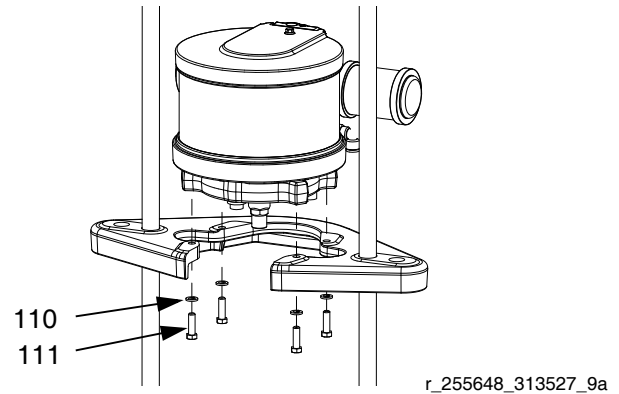

FIG. 25 : NXT 200-1800 équipés d'un cylindre de 200 litres (55 gallons)
- b. Pour les NXT 200-1800 équipés d'un cylindre de 200 litres (55 gallons) (blocs d'alimentation de D200 76,2 mm (3 po.) et de D200s 165,1 mm (6,5 po.)) : Retirez les vis (111) et les rondelles (110) qui fixent le moteur sur le plateau de montage. Consultez la FIG. 25.
2. Pour les NXT 200-1800 : Fixez le moteur sur le support de montage à l'aide des vis (111) et des rondelles (110). Consultez la FIG. 25, page 27.
- b. Raccordez le flexible pneumatique sur le moteur. Si vous utilisez un DataTrak distant, branchez les raccords électriques sur le moteur pneumatique. Consultez la FIG. 25, page 27.
3. Raccordez le flexible pneumatique sur le moteur. Si vous utilisez un DataTrak distant, branchez les raccords électriques sur le moteur pneumatique. Consultez la FIG. 25, page 27.